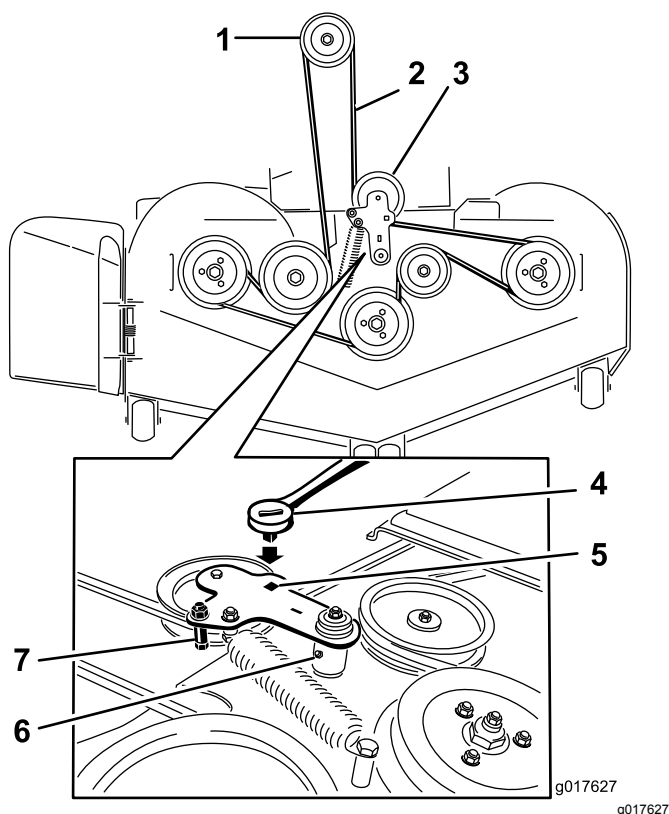

Figure 61
5. Insérez un rochet dans le trou carré du bras de tension pour détendre le ressort de la poulie de tension (Figure 61).
7. Enlevez le guide de courroie situé sur le bras de la poulie de tension rappelé par ressort (Figure 61).
9. Acheminez la courroie neuve autour des poulies du plateau de coupe et de la poulie d'embrayage, sous le moteur (Figure 61).
- Montez le guide de courroie sur le bras de la poulie de tension (Figure 61).
- Insérez le rochet dans le trou carré et montez le ressort de la poulie de tension (Figure 61).